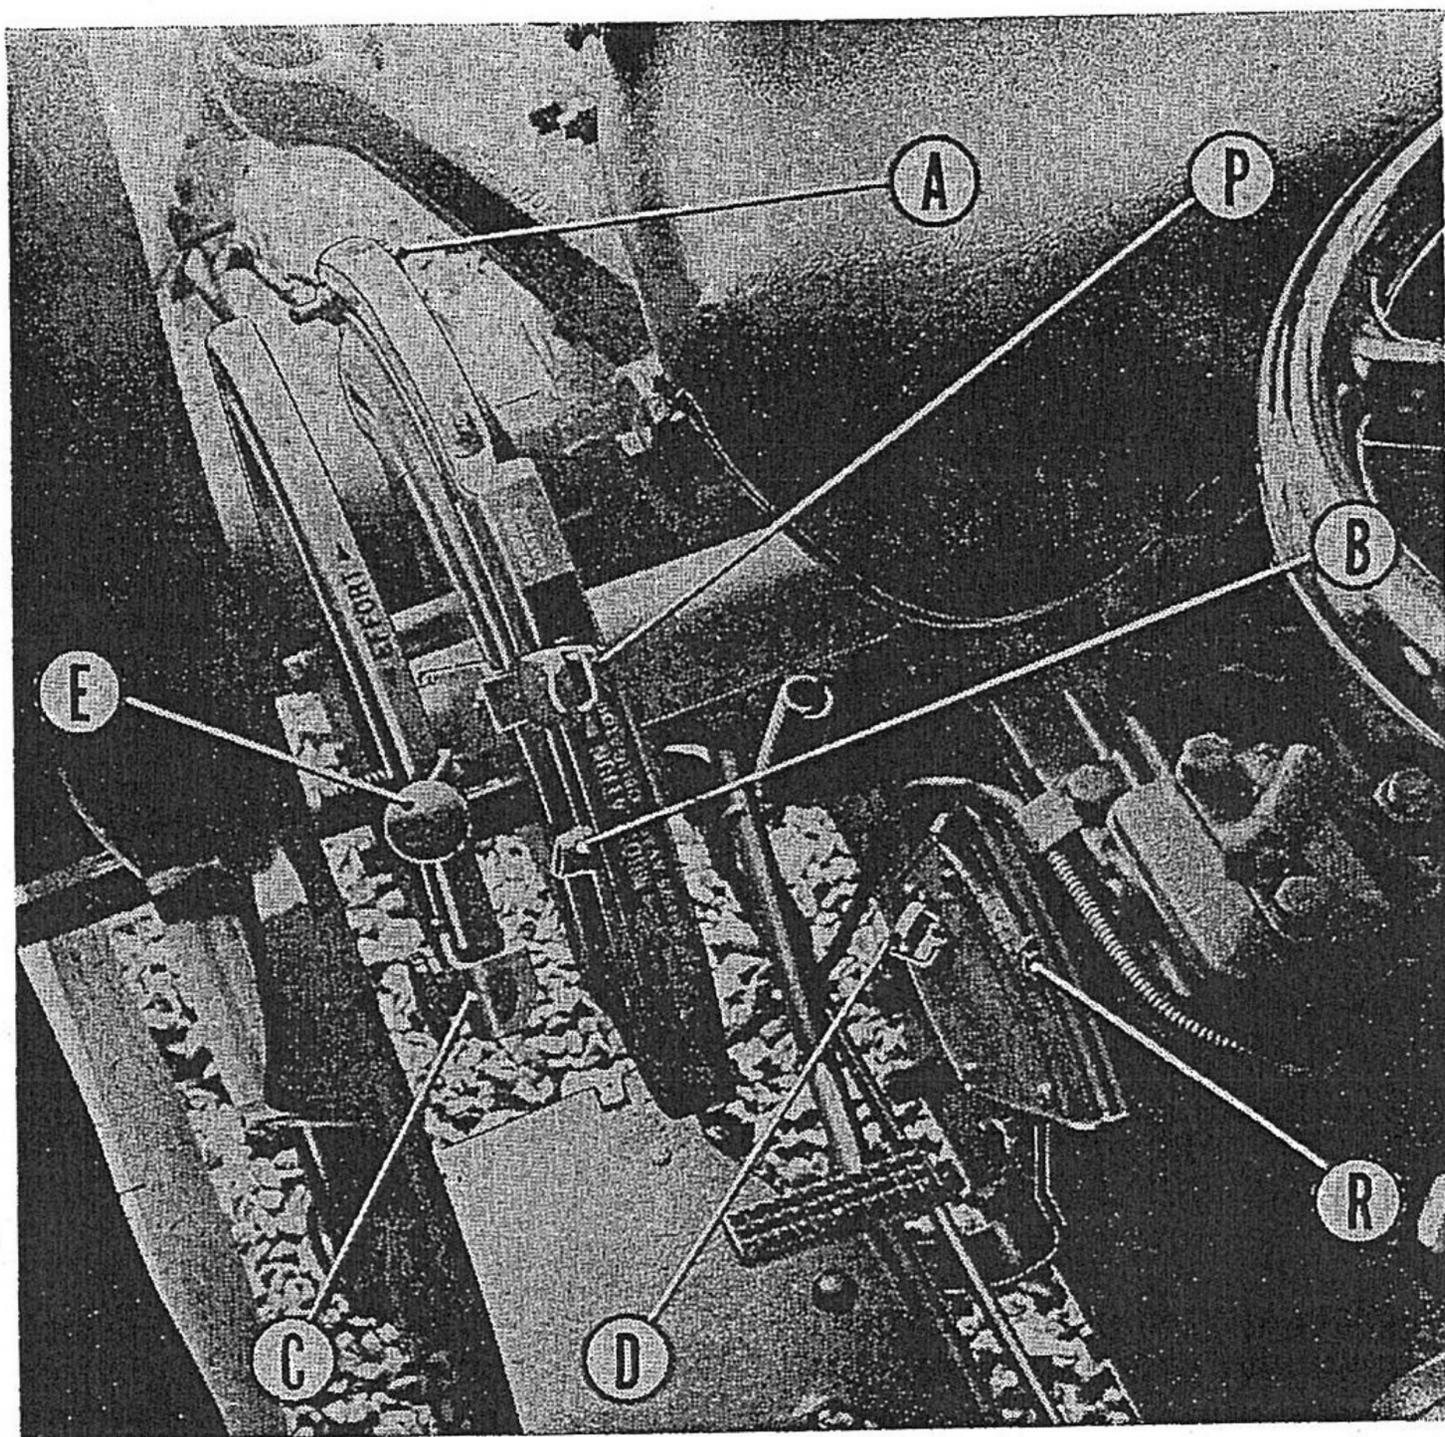

Fig. 10
- Avec modulation de pression (tracteurs Standard fig. 10).